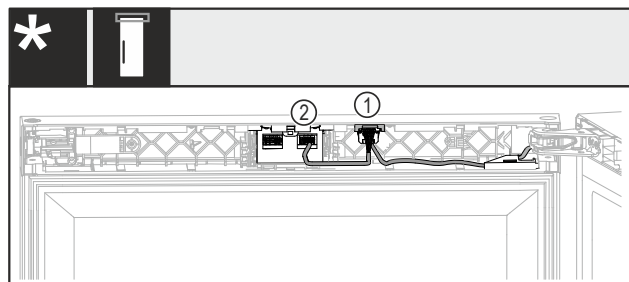

Fig. 46 Brez ključavnice ali z mehansko ključavnico*
- Potisnite vtič z obema kabloma Fig. 46 (1) v vodilo.*
- Vtič s kablom Fig. 46 (2) zaskočite v desno vtičnico.*